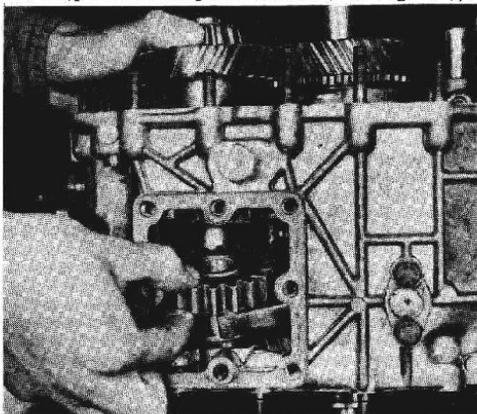

Fig. d-7
- Sacar el engranaje intermediario de marcha atrás (45) y volver el eje de cambios de marcha atrás a la posición de punto muerto (Ver Fig. d-7).